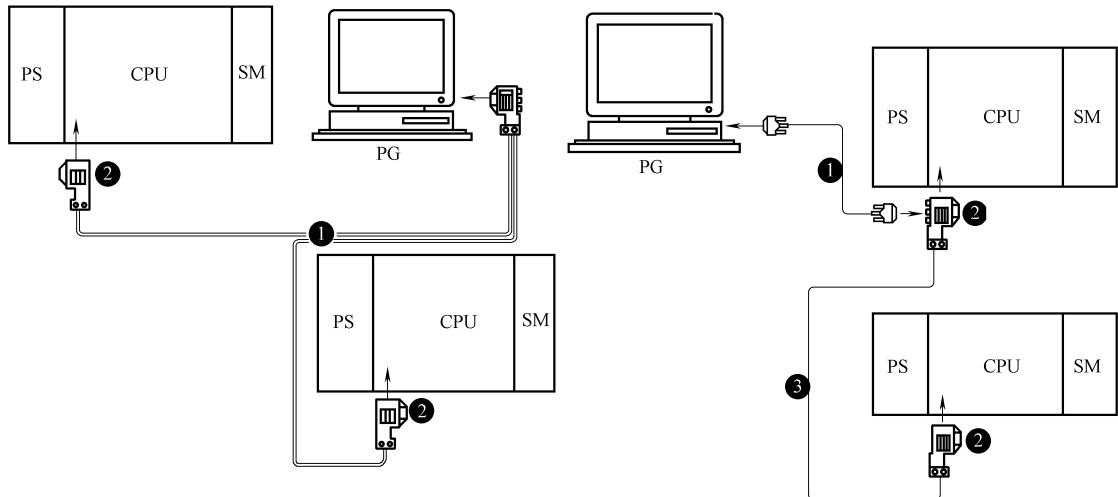

图 3-23 PG 作为站点连接到 PLC 系统
1) 将 PG 作为 PLC 网络系统的站点连接到 PLC 网络中，连接如图 3-23 所示。